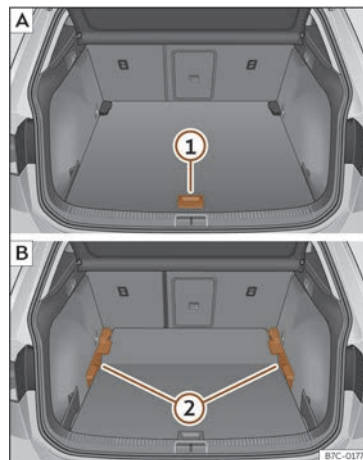

Fig. 165 Podeaua mobilă a portbagajului: **A** poziție ridicată; **B** poziție coborâtă.
- Pentru a trece de la poziția inferioară la poziția superioară, ridicați podeaua de mânerul >>> **fig. 165 ①** și trageți-o înapoi până când partea din față a podelei trece complet de suportii ②.
- Deplasați podeaua în față peste suporti, până la spătarul banchetei din spate și apoi coborâți podeaua folosind mânerul ①.
- Pentru a trece de la poziția superioară la cea inferioară, ridicați podeaua de mânerul >>> **fig. 165 ①** și trageți-o înapoi până când partea din față a podelei trece complet de suportii ②.
- Acum așezați partea din față peste șinele inferioare ale suporturilor, glisați podeaua până la spătarul banchetei din spate și coborâți în același timp podeaua, folosind mânerul ①.
- Ridicați podeaua variabilă în poziția superioară folosind mânerul >>> **fig. 165 ①**, ridicați-o și apăsați-o spre spătarul banchetei, până când se pliază pe linia balamalei și partea mobilă a acesteia se sprijină sub greutatea proprie.
- Pentru a trece de la poziția superioară la cea inferioară, ridicați podeaua de mânerul >>> **fig. 165 ①** și trageți-o puțin înapoi.
- Apăsați podeaua mobilă spre bancheta rabatată cu ajutorul manetei ① și apăsați puțin, pentru ca partea mobilă a podelei să fie la același nivel cu spătarele scaunelor din spate.